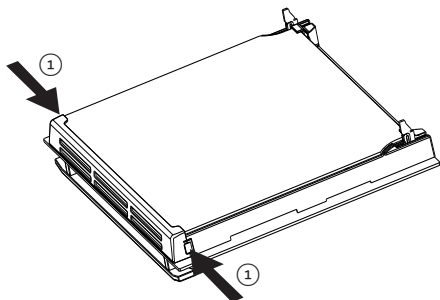

Fig. 8.12
- Premere le linguette di aggancio su entrambi i lati della porta e rimuovere completamente il fermavetro (fig. 8.12, 8.13).